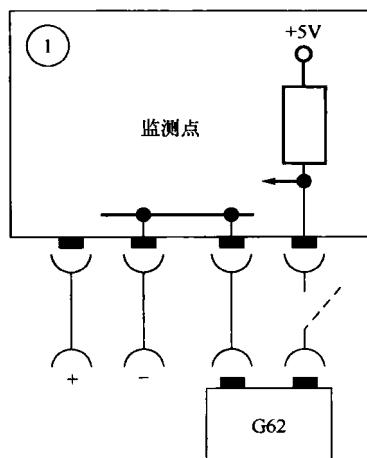

图 2-2 冷却液温度传感器断路
(1) 断路 当输入端断路时，控制单元给冷却液温度传感器提供 5V 的电压，如图 2-2 所示。